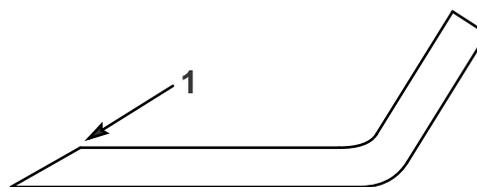

Figure 40
1. Au moyen d'une lime, aiguisiez les tranchants aux deux extrémités de chaque lame (Figure 40).